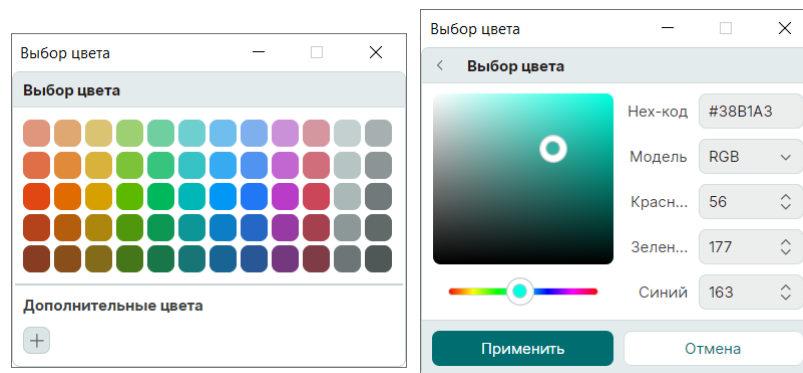

Рис. 487 Выбор цвета для отображения цепи на плате
- Выберите цвет для отображения цепи из списка предложенных или используйте команду «Другие цвета» и в появившемся окне «Выбор цвета» определите необходимый цвет, см. Рис. 487.